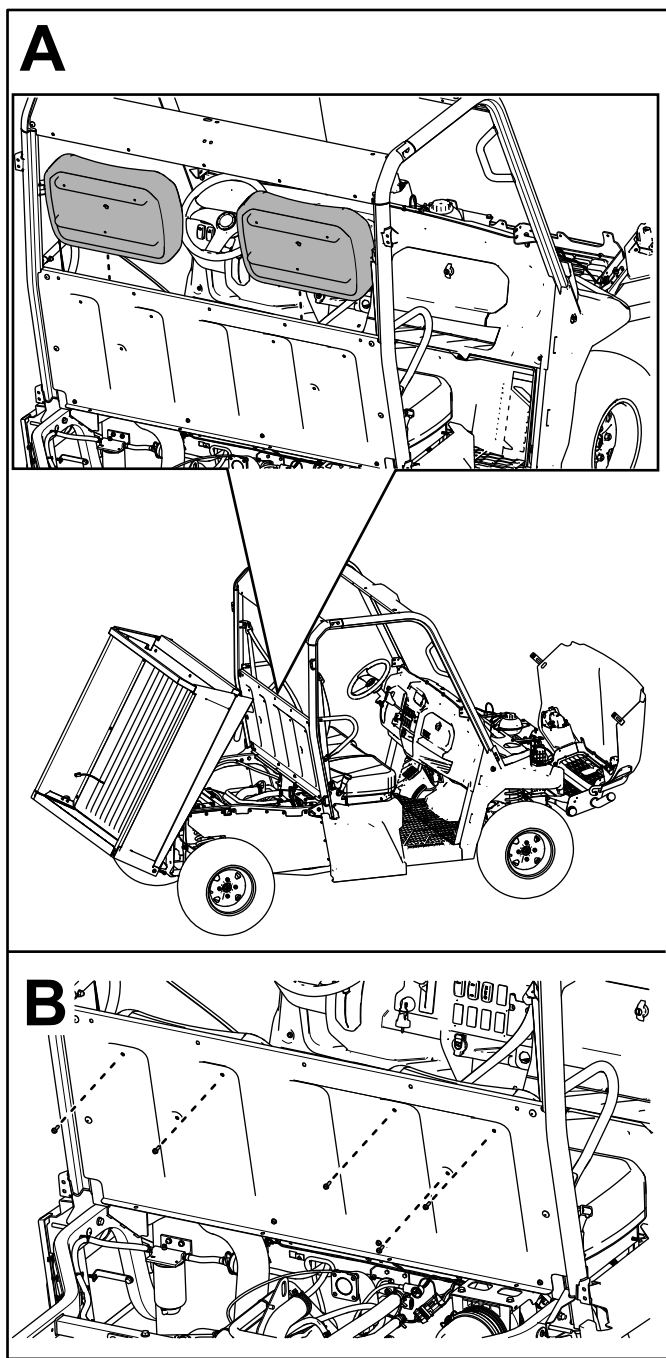

Figure 27
- E. Fixez les 2 dossiers de siège au panneau de siège à l'aide de 5 boulons à tête hexagonale à embase ($\frac{1}{4} \times \frac{3}{4}$ po), comme montré à la Figure 27.